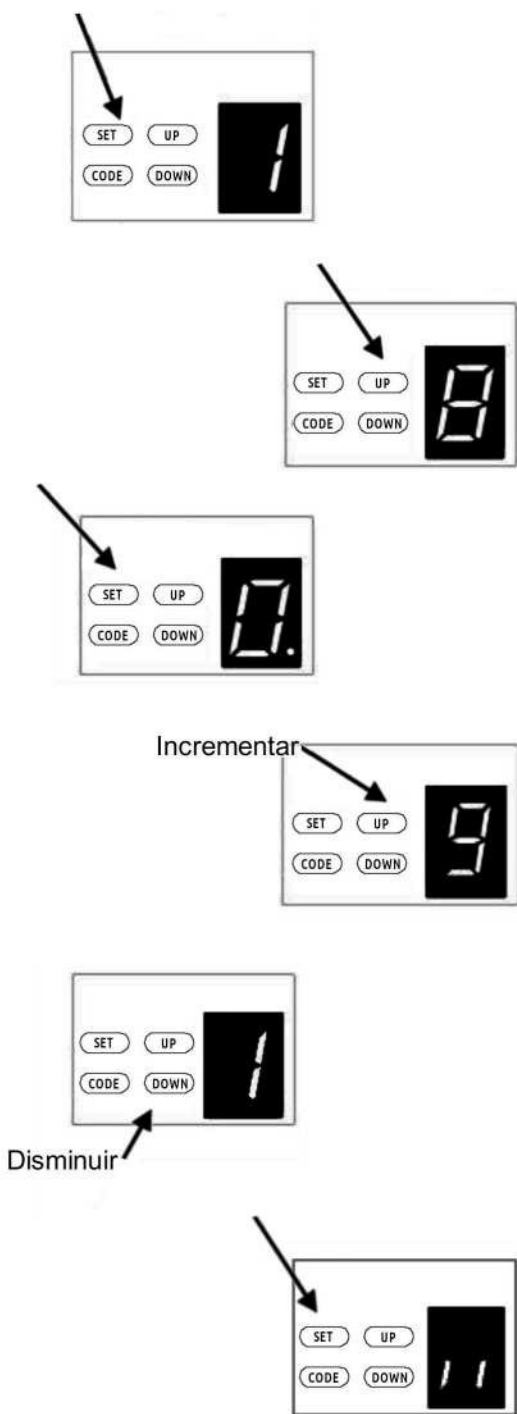

Fig.47
8.-Ajuste de la Apertura Parcial. (Fig.47)